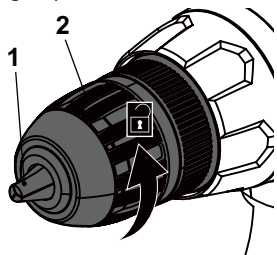

Fig. 1
- > Sujete el portaútiles sin llave (3) en posición y gire la camisa del portaútiles (2) en sentido antihorario hasta que las pinzas del portaútiles (1) se abran lo suficiente para insertar el útil (Fig. 1). Inserte el útil completamente hasta el fondo (Fig. 2). Si utiliza una punta de atornillado de 25 mm, insértela en un soporte para puntas.